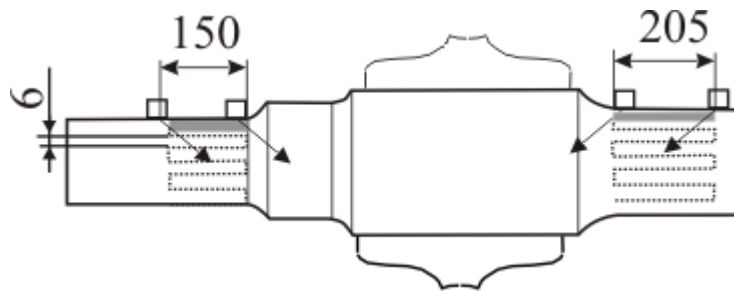

Рисунок 7.1 – Схема сканирования оси при УЗК по варианту AR3.1
7.2.1.3 Установить ПЭП на цилиндрическую поверхность шейки оси и провести сканирование вдоль образующей (рисунок 7.1) по поверхности
7.2.1.8 Установить ПЭП на цилиндрическую поверхность средней части оси и провести сканирование вдоль образующей (см. рисунок 7.1) по поверхности средней части оси, ориентируя ПЭП в плоскости продольного